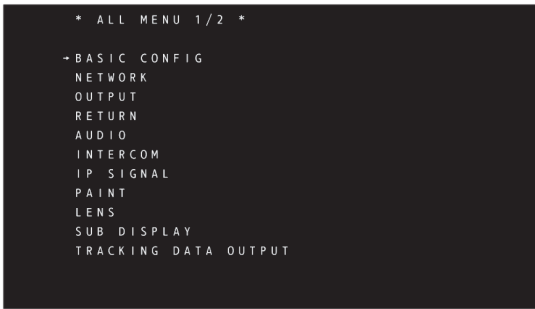

図 1
- 5 〈SELECT〉ダイヤルボタンを回して [BASIC CONFIG] にカーソル (矢印) を移動させる。(図 1)